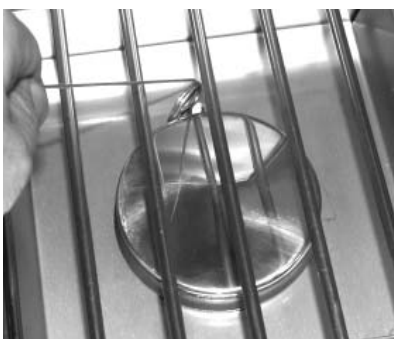

Fig. 10-3 - Éclairage manuel
RAPPEL-VOUS: POUR L'ÉCLAIRAGE MANUEL SÛR, PLACEZ Un ALLUMEUR BRÛLANT D'ALLUMETTE OU De BUTANE PRÈS Du BRÛLEUR - ALLUMEZ ALORS Le GAZ (voyez Fig. 10-3).
2. Insérez un allumeur brûlant de butane de long-baril, une allumette brûlante de long-tige, ou une allumette brûlante tenue par un support de prolongation de fil (Fig. 10-2) par les grilles à cuire au brûleur (Fig. 10-3). Pour des backburners, tenez la flamme contre le matériel perforé du brûleur arrière. Pour des sideburners, tenez la flamme contre le brûleur.